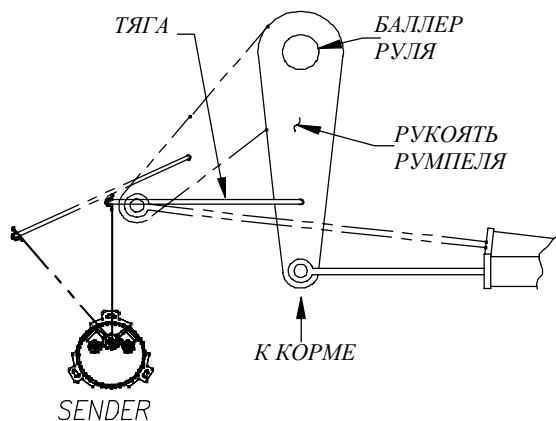

Рис. 1
1.) Рулевую машинку можно использовать с любым типом управления. Следует при установке рычаг машинки направлять к корме, как показано на рис. 1.